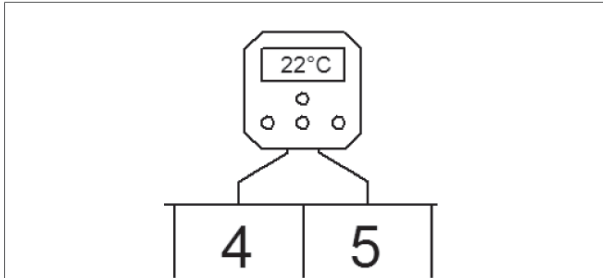

Figure 11 - Connexion d'un thermostat modulant
1. Connectez les deux fils de commande aux bornes 4 et 5 (voir figure 11 ou le schéma de câblage électrique au §11.).